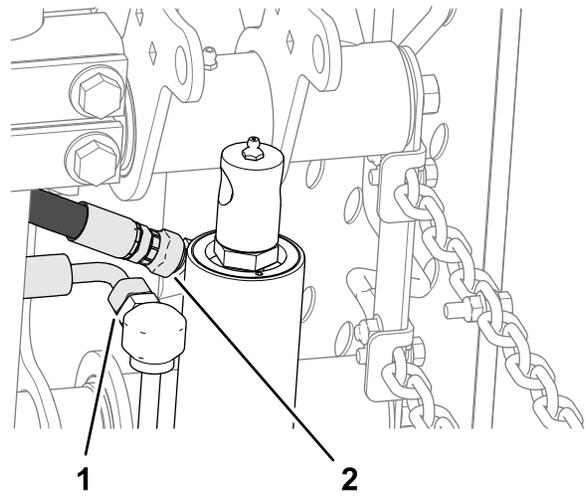

Figura 14
2. No cilindro de elevação, desaperte a união giratória da mangueira de retorno e a união giratória de 90° da mangueira de elevação (Figura 14).